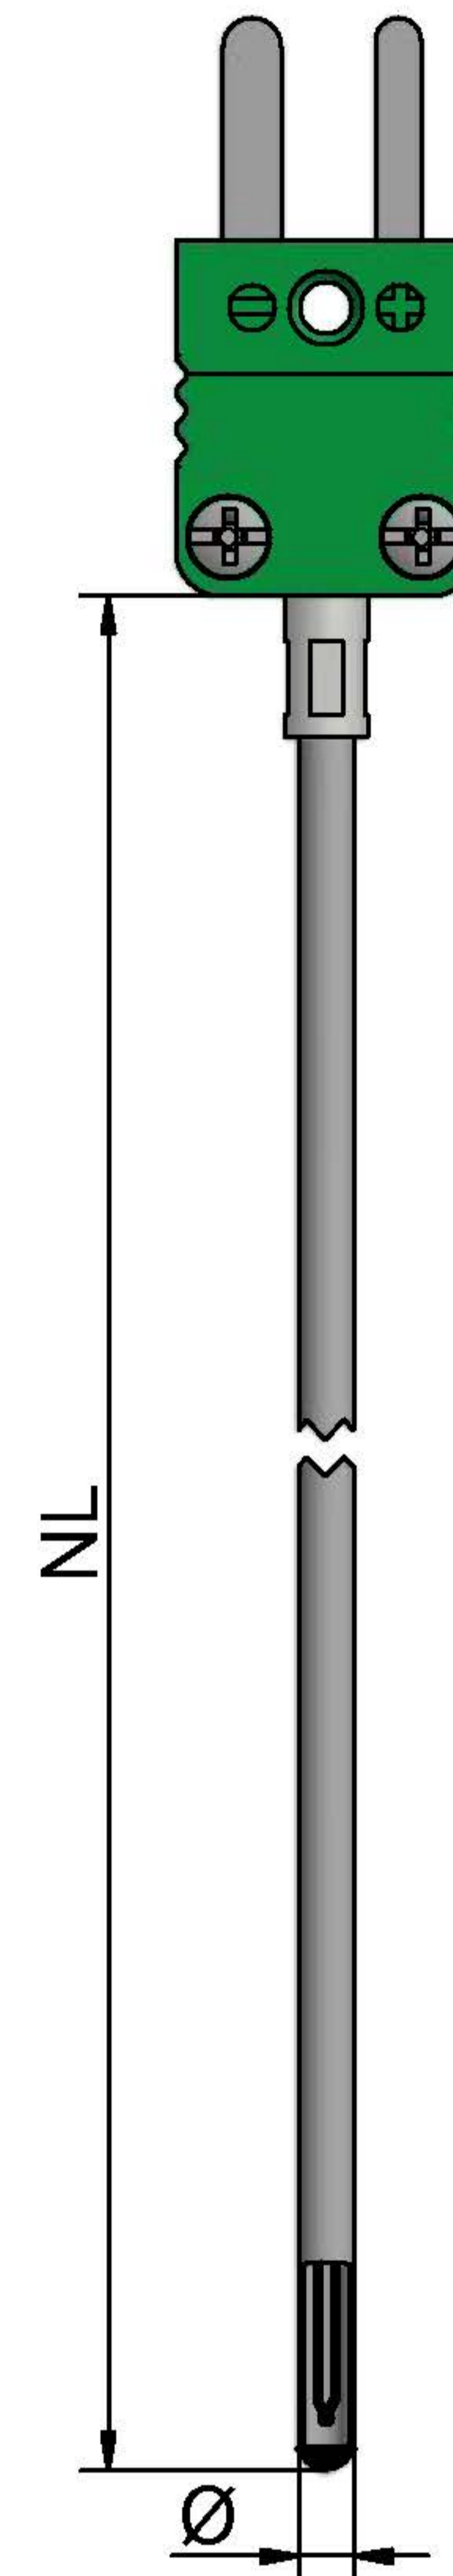

fig. 1
- **Messeinheit** (fig. 1/2) ist ähnlich DIN 43735.
- **Mantelmaterial** (fig. 1/2) Ausführung nach IEC / EN 61515, Standard - Werkstoff 2.4816.
- **Temperaturbereich** Steckverbinder (fig. 1/1):